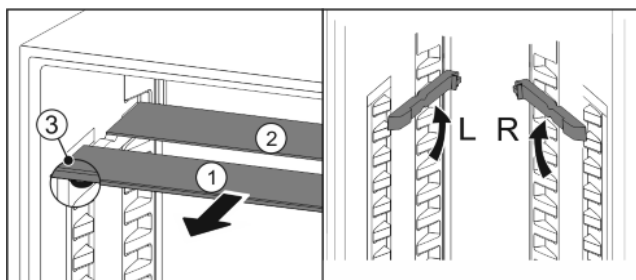

Fig. 17
- ▶ Издърпайте Fig. 17 (1) поотделно стъклените плочи напред.
- ▷ Стъклената плоча Fig. 17 (1) с ограничителя на изтеглянето е отпред.
- ▷ Ограничителите сочат надолу Fig. 17 (3).